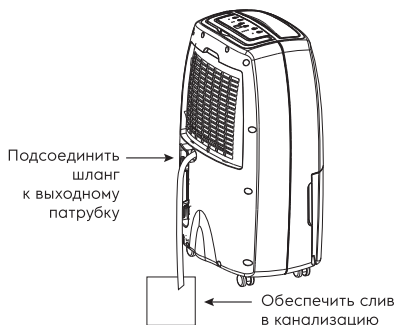

Рис. 5
2. Шланг должен быть проложен ровно, без изгибов (Рис. 5).